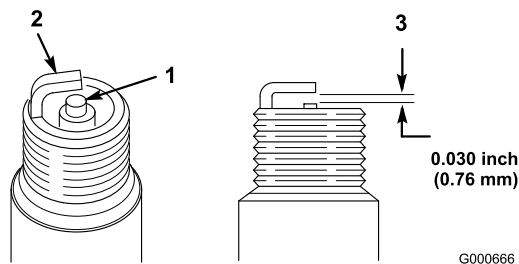

Figura 29
- Controllate il centro della candela (Figura 29). Se l'isolatore è marrone chiaro o grigio, il motore funziona correttamente. Una patina nera sull'isolatore significa in genere che il filtro dell'aria è sporco.
- Verificate la distanza tra gli elettrodi centrale e laterale (Figura 29) e se non è esatta piegate l'elettrodo laterale.